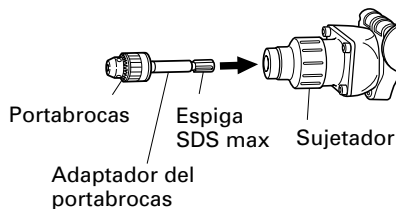

Fig. 14
(2) Fijación del adaptador para portabarrenas al portabarrenas (Fig. 14)